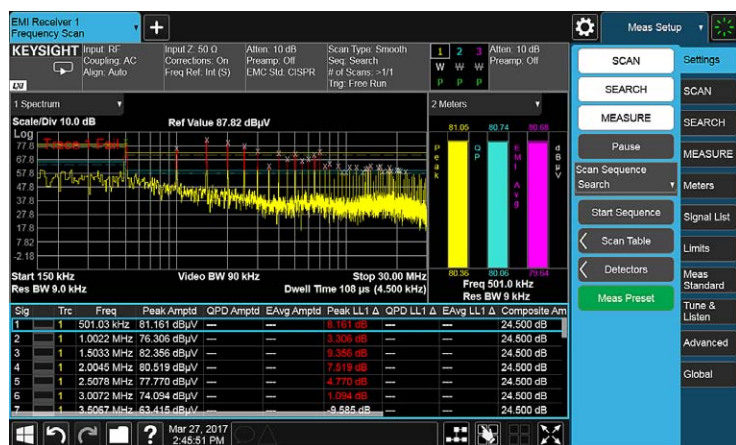

図8. リミットより上の信号のスキャンとサーチ
5. DUTの電源をオンにして、リミットラインより上の信号を探します。この時点で、シグナル・アナライザへの入力が過負荷になっていないかどうか確認しておくといでしょう。このためには、入力アッテネータの値を1ステップ増やして、表示レベルが変わらなければ、過負荷条件ではありません。表示が変化した場合、アッテネータを追加する必要があります。また、マーzinより上の信号がリストされるように、マージンを設定します。どちらかのリミットラインのマージンを超える信号を特定するには、スキャン/サーチを選択して、ピーク振幅と周波数を特定します。信号の振幅と周波数が表示されます。この例では、14個の信号が捕捉されています(図8を参照)。